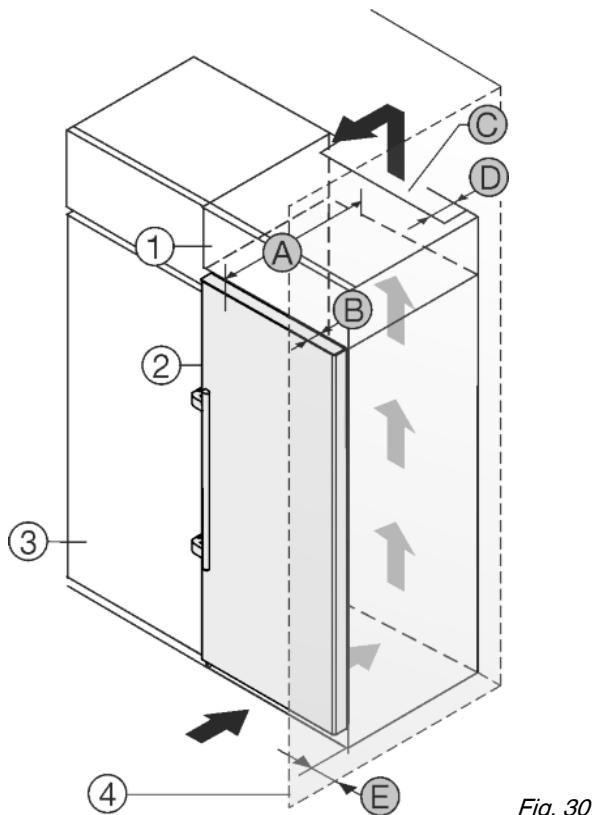

Fig. 30
Пристрій можна комбінувати з кухонними шафами. Для того, щоб пристрій Fig. 30 (2) вирівняти по висоті кухонної секції, на пристрій можна встановити антресольну секцію Fig. 30 (1).
Пристрій можна встановлювати безпосередньо поряд з кухонною шафою Fig. 30 (3). Для повного відкриття дверей пристрій повинен виступати на глибину Fig. 30 (B) відносно передньої панелі кухонної шафи. Залежно від глибини кухонних шаф та використання пристінних розпірок пристрій можна встановити так, щоб він виступав вперед.
- Задня сторона антресольної шафи повинна мати вентиляційний канал глибиною Fig. 30 (D) вздовж всієї ширини шафи.
- Під стелею приміщення слід дотримуватися поперечного перерізу вентиляційного відведення повітря Fig. 30 (C).
Якщо пристрій з шарнірами встановлюється поряд зі стінкою Fig. 30 (4), то між пристрієм та стінкою слід додержуватися відстані Fig. 30 (E). Це відповідає виступу ручки при відкритих дверцях.